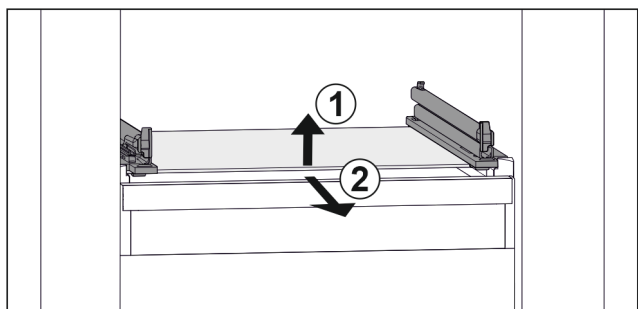

Fig. 97 Representación de la placa de vidrio a modo de ejemplo
- ▶ Levante la placa de vidrio por delante. Fig. 97 (1)
- ▶ Retire la placa de vidrio hacia adelante. Fig. 97 (2)